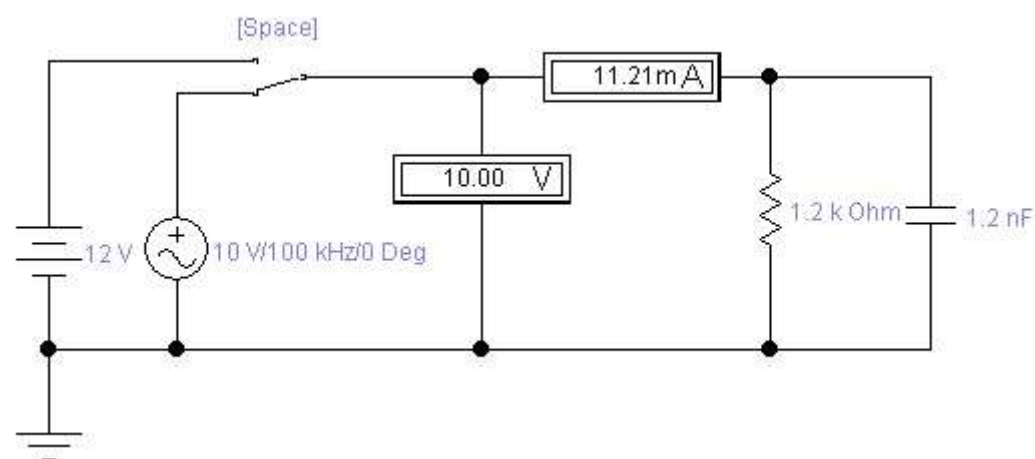

Рисунок 4 – Схема метода амперметра – вольтметра для определения ёмкости при втором положении ключа
18. Собрать схему рис. 4 для измерения L_x резонансным методом. $U_{\sim} = 10 \text{ В}$, $R_0 = 1 \text{ кОм}$, $C_0 = 1 \text{ нФ}$.